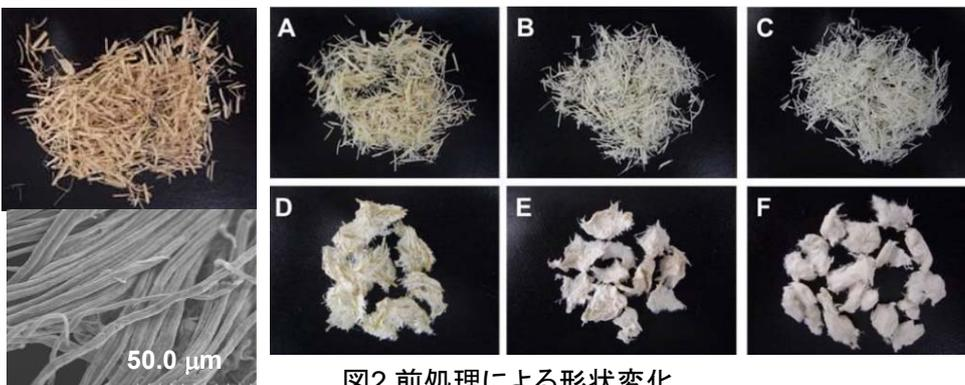

図2 前処理による形状変化
- 図3 図2 EのSEM写真(下) ・D、E、F: 順に ASC+SB、2回ASC+SB、3回ASC+SB